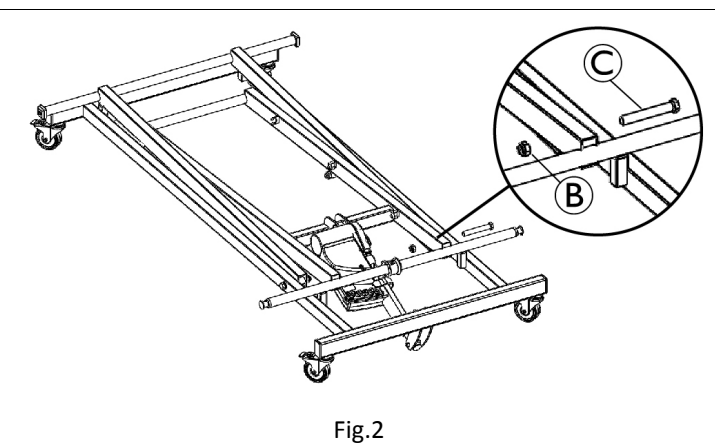

Fig.2
5. Replacing the base screws (Fig. 2)
5. Sustitución de los tornillos de la base (Fig. 2)